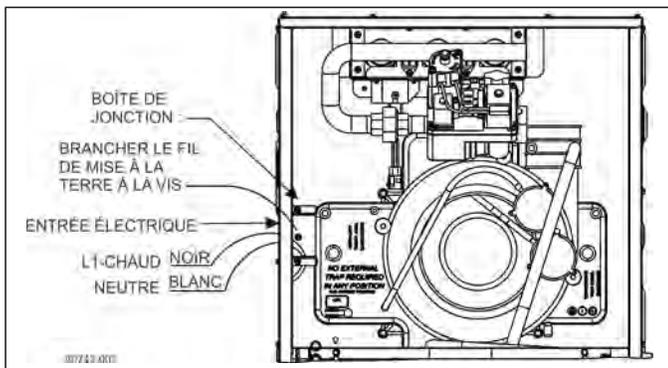

FIGURE 15 : Câblage électrique
terre de l'équipement). Une autre méthode de câblage consiste à fournir une boîte de 2 x 4 po (5,1 x 10,2 cm) munie d'un couvercle à l'extérieur de l'appareil de chauffage. Acheminez les fils de l'appareil de chauffage jusque dans la boîte en plaçant une bague de protection à l'endroit où les fils traversent le panneau de l'appareil de chauffage. Après avoir effectué les branchements électriques, remettez le couvercle et les vis sur la boîte de jonction. Reportez-vous à la figure 15.
3. Le système de commande de l'appareil de chauffage nécessite la bonne polarité de l'alimentation électrique et une connexion adéquate à la terre. Reportez-vous à la figure 15.